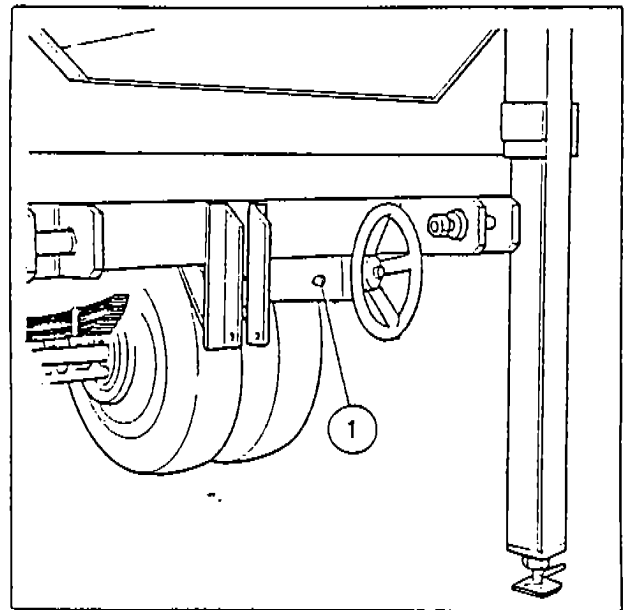

Fig. 18
- d) Grease the mechanical parking brake system (1-Fig. 18).
- d) Ingrassare il dispositivo freno meccanico (1-Fig. 18) (freno di stazionamento).